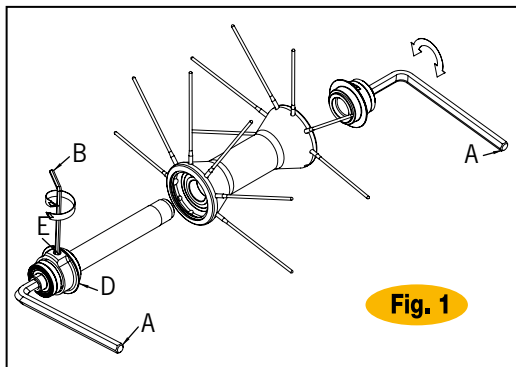

Fig. 1
- Allentate il grano (E) con una chiave a brugola da 2mm (B) (Fig. 1).